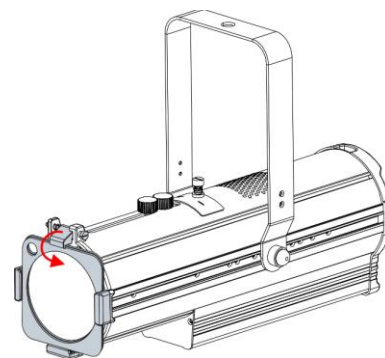

Fig. 16
- 04) Abbassare il **fermo del portagelatina (02)** per rilasciare la **vite a molla (01)** (vedere Fig. 16). La cornice cromatica viene bloccata in posizione.